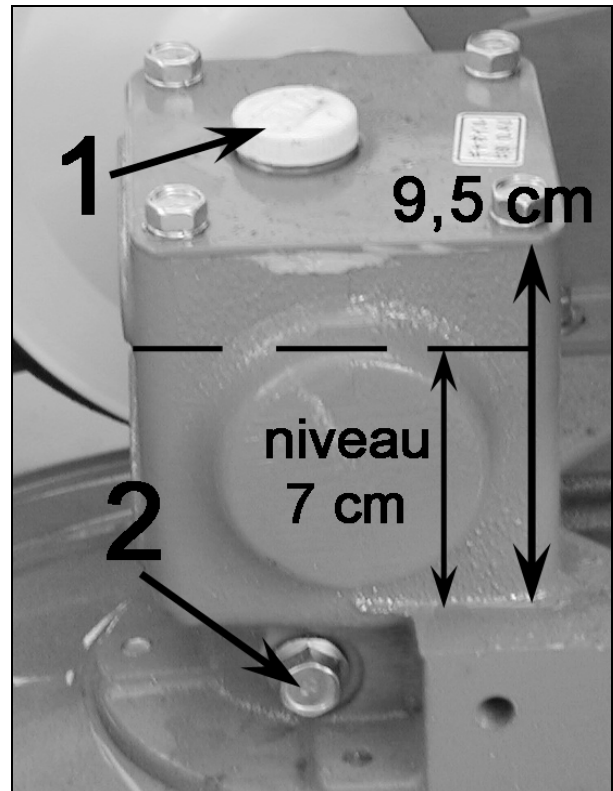

Figure 18
- Pensez à effectuer le niveau d'huile toutes les 10 heures. Mesurez la quantité d'huile dans le boîtier (7 cm) par le bouchon de remplissage (figure 18, repère 1).
- Effectuez la vidange du renvoi d'angle par le bouchon (figure 18, repère 2) une fois par an. Sa contenance est de 0,4 litres.